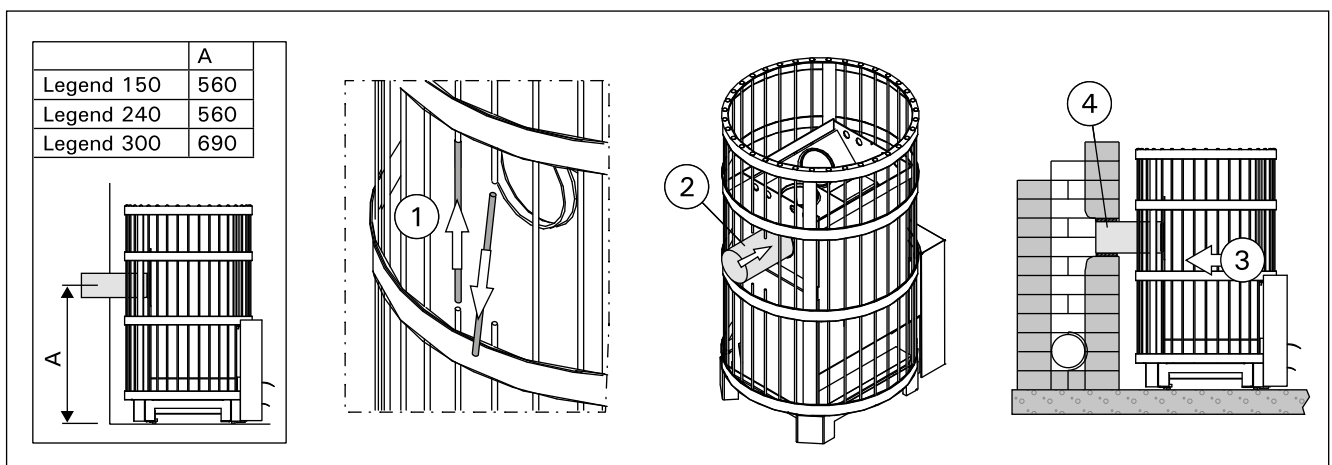

Рисунок 11. Присоединение каменки к каменному дымоходу через заднее соединительное отверстие (все размеры приведены в миллиметрах)
**Присоединение каменки к каменному дымоходу через заднее соединительное отверстие (рис. 11)**